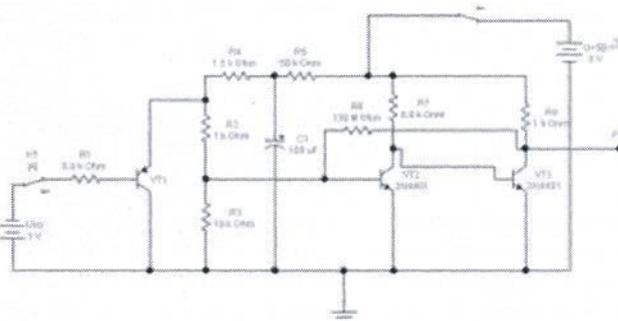

Рис. 5 Схема выработки сигнала PG. VT1-элемент схемы защиты от перенапряжений (защита по току); VT2-VT3-элемент задержки ждущий –мультивибратор.
1.2.3. Ознакомится с признаками исправной работы 2 варианта схемы выработки сигнала PG, для этого загрузить модель схемы - pg1.ewb.(Рис.5) Установить исходное состояние переключателей K1-вниз, K2-вверх. Выполнить подключение осциллографа к сигналу PG. Включить схему, переключив K2 в положение низ, имитируя поступление на схему выработанного БП напряжения +5В, ознакомится с работой схемы, выполнить, с помощью осциллографа, измерение времени задержки времени появления сигнала PG - tPG, переключив K1 в положение вверх, имитируя поступление на схему защиты большого по величине сигнала ошибки, что соответствует короткому замыканию на выходе БП. Зарисовать полученные осциллограммы, отметив момент замыкания переключателя K1.